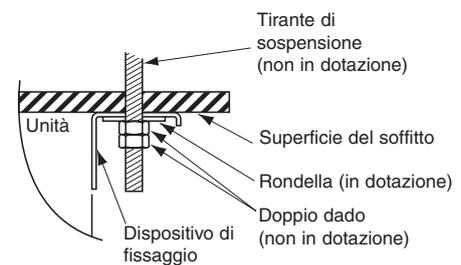
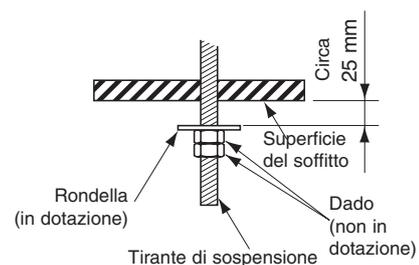

Fig. 3-43
Fig. 3-45
- (6) Eseguire la preparazione per la sospensione dell'unità interna. Il metodo di sospensione varia a seconda della presenza di un controsoffitto. (Fig. 3-43 e 3-44).
- (7) Sospendere l'unità interna come segue:
a) Montare 1 rondella e 2 dadi esagonali su ciascun tirante di sospensione come mostrato nella fig. 3-45.